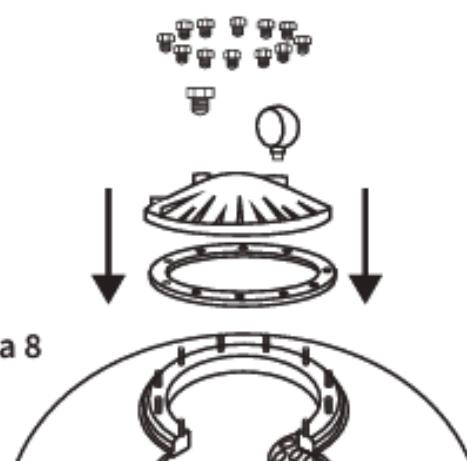

Figura 8
f. Para los filtros con válvula lateral limpie bien el cuello del tanque, coloque la tapa y el empaque sellado. Una vez realizado esto colocar cada una de las tuercas de fijación ajustando lo suficiente para evitar fugas (Ver figura 8).